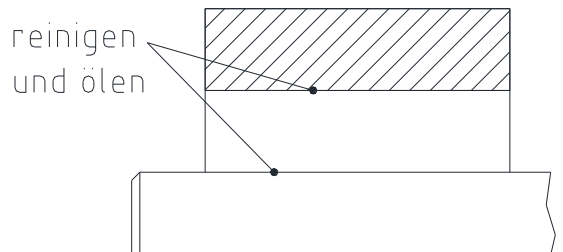

Bild 5: Reinigen und Ölen der Kontaktflächen
- Die in Bild 5 gekennzeichneten Flächen des Spannsatzes sowie der Welle und Nabe reinigen und anschließend dünnflüssiges Öl leicht auftragen (z. B. Ballistol Universal Öl oder Klüber Quietsch-Ex).